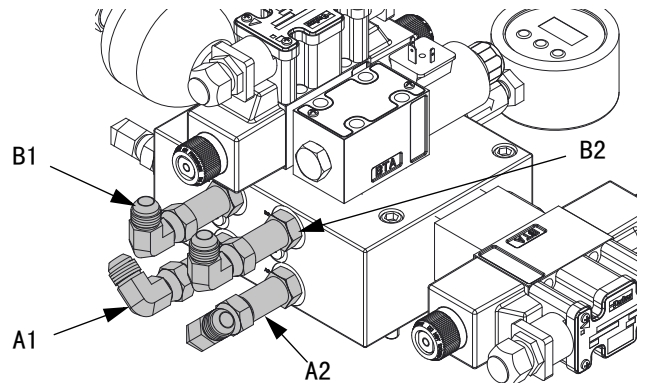

图 21: L 头敷料装置液压罩
7. 将所有液压管路连接至敷料装置外壳。请参见图 21（第 27 页）。